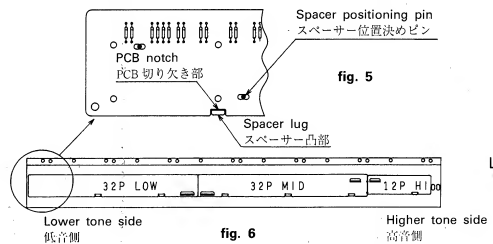

fig. 6
3) Then, put the PCBs so that the positioning pins of the Spacers fit into the positioning holes of the PCBs. At this time, use the PCB notch and Spacer lug as a guide. (See fig. 5.) As shown in fig. 6, there are three PCBs, LOW, MID and HI.
3) 次に、SPACER の切り欠き部と SPACER の部を目印として、SPACER の位置決めピンに PCB の穴がはまるように PCB をおきます。（fig.5 参照のこと）PCB は、fig.6 で示されるように LOW、MID、HI の 3 枚で構成されています。